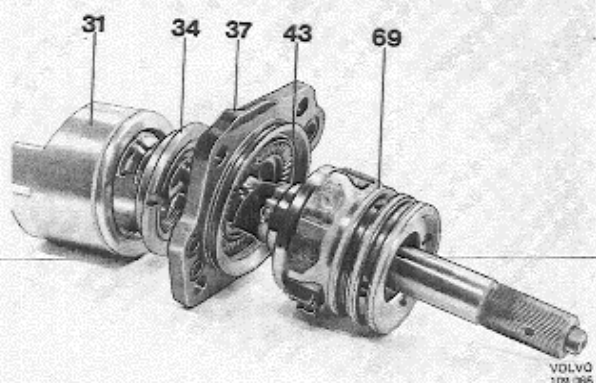

Abb. 116 Teile auf der Schneckenwelle
Vormontierten Zwischenflansch (37) mit Anlaufscheibe (42), Axialnadelkäfig (43), Gewinding (34) und Laufbüchse (31) auf die Schnecke schieben, s. Abb. 116.